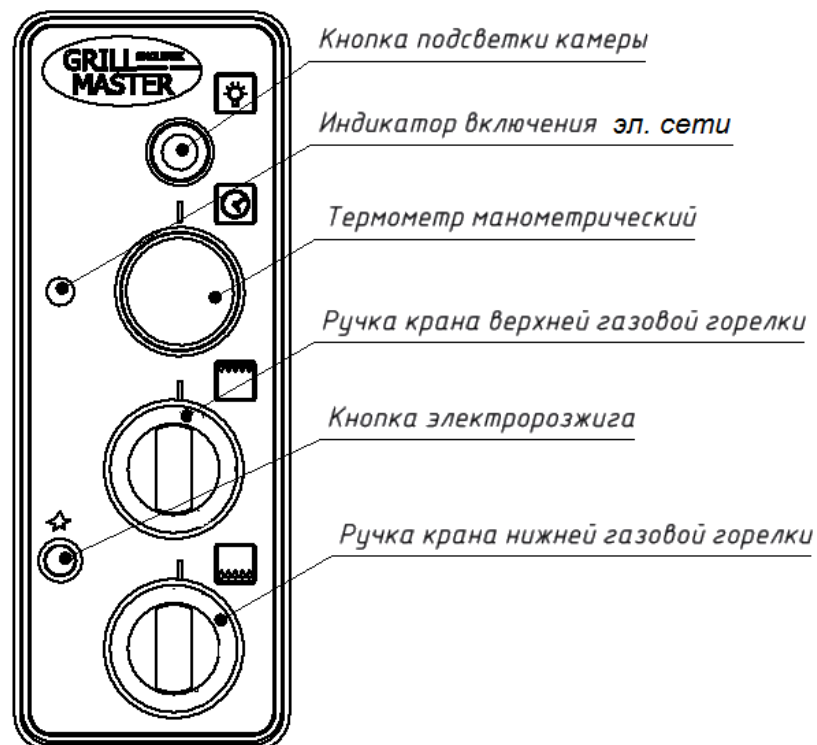

Рисунок 6 – Панель управления газовой духовки
5.4. Панель управления газовой духовки с элементами управления показана на рис. 6.
8.22. Включение нижней газовой горелки производится при открытой двери духовки. Нажать кнопку розжига (рис. 6), не отпуская ее, нажать и повернуть против часовой стрелки ручку крана нижней горелки на наибольшее значение, удерживать ее нажатой не менее 20-30 сек, для включения в работу термопары газового крана. Визуальный контроль розжига горелки осуществляется через отверстия в дне. Если пламя погасло необходимо повторить цикл розжига. Для того чтобы установить необходимую температуру в камере надо повернуть ручку **без нажима** до нужной отметки. Контроль температуры осуществляется по термометру. В минимальном положении (~100°C) ручка фиксируется. Для выхода из этого режима работы ручку **с нажимом** повернуть против часовой стрелки до необходимого значения. Для отключения горелки ручку газового крана повернуть **с нажимом** по часовой стрелке до упора (положение «0»).
8.23. Включение верхней газовой горелки производится ручкой крана верхней горелки (рис. 6), при открытой двери духовки, аналогично нижней, после предварительного нагрева камеры нижней горелкой до 150°C и выше. После розжига верхней горелки, поверните ручку крана до отметки не превышающей